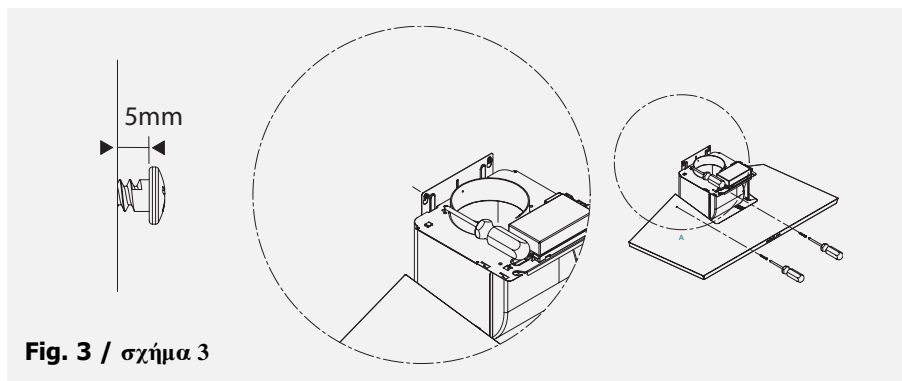

Fig. 3 / σχήμα 3
- Fixe o exaustor por meio dos 2 parafusos **(Fig. 3)**.